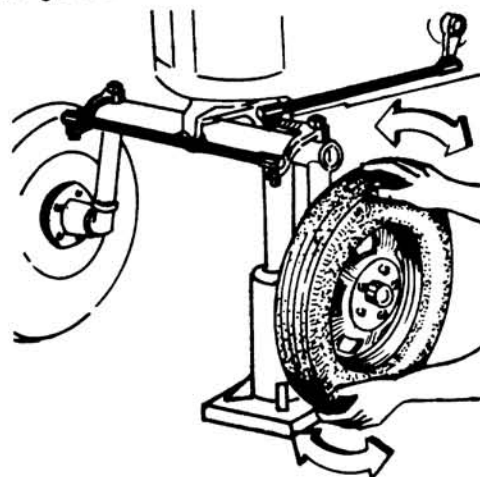

Fig. 1
- b Verifique el juego de los rodamientos de las ruedas delanteras, moviendo la rueda hacia adentro y hacia afuera alternadamente, tomándola de las partes superior e inferior (fig. 1).